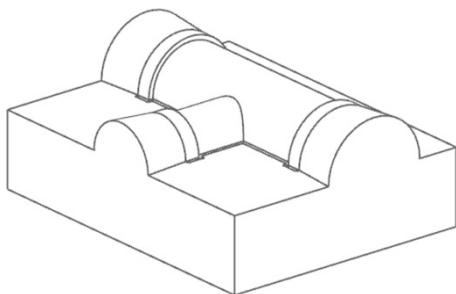
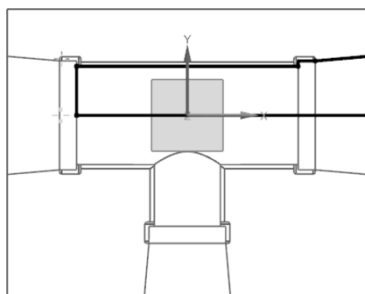

图 6-23 打开型芯零件
图 6-24 绘制截面
(37) 在横向菜单中选择“窗口”，选取 `santong_core_006.prt`，打开型芯零件，如图 6-23 所示。
(38) 选取“菜单 | 插入 | 基准/点 | 基准 CSYS”命令，插入基准坐标系。
(39) 选取“菜单 | 格式 | 图层设置”命令，设置第 2 层为工作图层。
(40) 选取“菜单 | 插入 | 设计特征 | 旋转”命令，选取 XOY 平面为草绘平面， X 轴为水平参考，绘制一个截面，如图 6-24 的粗线所示。